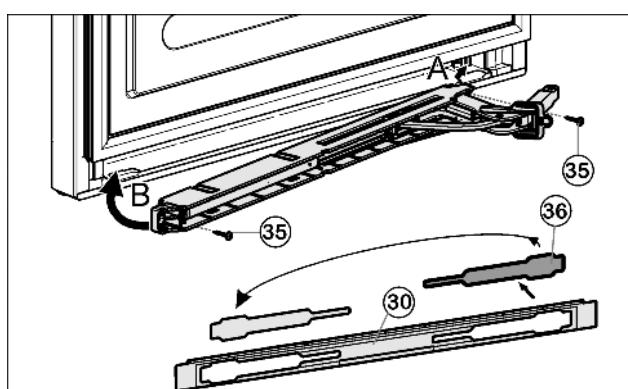

Fig. 18
- ▶ Освободите крышку Fig. 18 (36) из накладки Fig. 18 (30) и снова установите её на другой стороне.
- ▶ Зацепите (A) и поверните (B) узел амортизатора закрывания дверцы шарниром на стороне шарнира.
- ▶ Прикрутите (2 шт. Torx® 15) Fig. 18 (35)узел амортизатора закрывания дверцы.